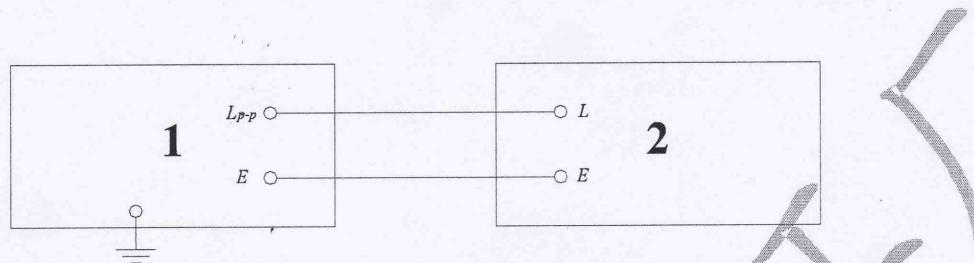

图 8 峰值电压检测连线图
5.4.3.1 将被检兆欧表和检定装置按图 8 方式连接，兆欧表的 L 端接至检定装置端电压测量部分的 Lp-p 端，兆欧表的 E 端接至检定装置端电压测量部分的 E 端，启动电压测试。